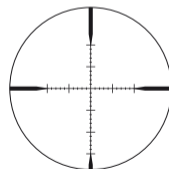

Fig. 3
- 1 Regardez dans l'oculaire, l'œil placé à 10 cm environ (4 pouces) de celui-ci, pour voir chaque réticule (Fig. 3).